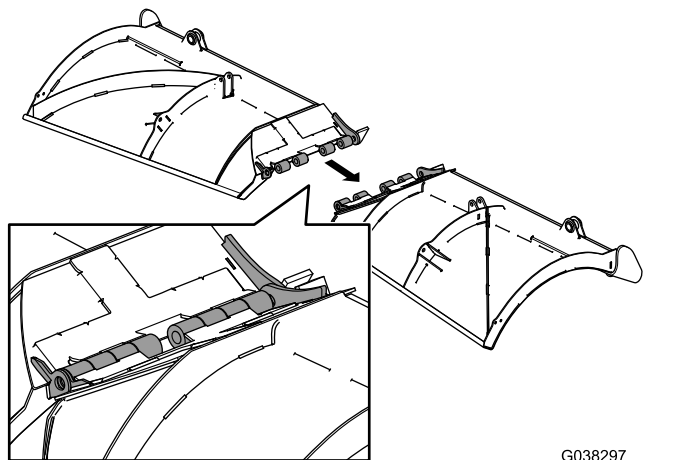

Figura 1
1. Coloque boca abajo las palas izquierda y derecha y júntelas de forma tal que las bisagras se entrecrucen y los bordes de corte estén parejos (Figura 1).